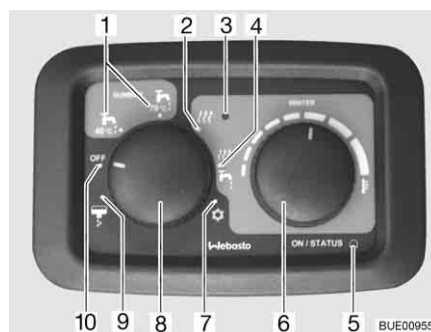

Fig. 146 Unité de commande pour chauffage/chauffe-eau
- Régler le mode de régime à l'aide de l'interrupteur tournant (Fig. 146,8).
L'alimentation électrique pour l'appareil **ne peut pas** être coupée par l'interrupteur principal 12 V. En cas de dysfonctionnement, le voyant de contrôle "Fonctionnement/Dysfonctionnement" (Fig. 146,5) clignote en alternance en vert et en rouge.
Régime hiver Le chauffage sélectionne automatiquement le degré d'allumage nécessaire pour atteindre la température ambiante souhaitée. Une fois que la température ambiante désirée est atteinte, le brûleur s'éteint. En mode "Chauffage et chauffe-eau" (Fig. 146,4) l'eau est également chauffée dans le chauffe-eau à 70 °C. Il est possible de faire fonctionner le chauffage en mode "Chauffage sans chauffe-eau" (Fig. 146,2) et le chauffe-eau vide.
Lorsque le mode "Chauffage et chauffe-eau" (Fig. 146,4) est choisi, bien que le chauffe-eau soit vide, le voyant de contrôle "Pas d'eau" clignote (Fig. 146,3). Dans ce cas, commuter sur le mode "Chauffage sans chauffe-eau" (Fig. 146,2).
- Positionner le bouton tournant "Température" (Fig. 146,6) sur l'unité de commande sur le réglage thermostatique souhaité pour la température ambiante.
- Régler l'interrupteur tournant "Mode de fonctionnement" (Fig. 146,8) en régime hiver "Chauffage sans chauffe-eau" (Fig. 146,2) ou en régime hiver "Chauffage et chauffe-eau" (Fig. 146,4).
Le voyant de contrôle "Fonctionnement/Dysfonctionnement" (Fig. 146,5) est allumé en vert.
- Régler l'interrupteur tournant "Mode de fonctionnement" (Fig. 146,8) sur "OFF" (Fig. 146,10).
Le voyant de contrôle "Fonctionnement/Dysfonctionnement" (Fig. 146,5) s'éteint.